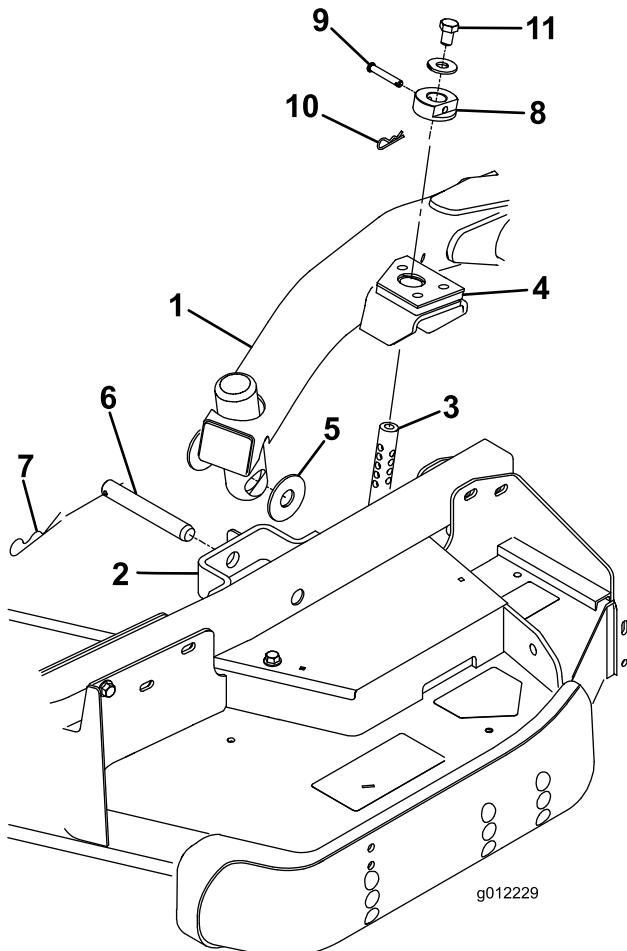

Bild 26
4. Stellen Sie den Hubhebel auf die Schweben-Stellung. Drücken Sie einen Hubarm nach unten, bis die Löcher im Hubarm mit den Löchern in der Laufradarmhalterung ausgerichtet sind, und die Schnitthöhenstange in die Hubarmpolster eingesetzt werden kann (Bild 26).
5. Befestigen Sie den Hubarm mit zwei (2) Druckscheiben, einem Lastösenbolzen und einem Splint am Laufradarm. Legen Sie die Druckscheiben zwischen den Hubarm und die Halterung des Laufradarms (Bild 26). Setzen Sie das Ende des Splints in den Schlitz im Laufradarm ein, um den Splint zu arretieren.
9. Befestigen Sie die Schnitthöhenstellringe an den Schnitthöhenstangen und befestigen Sie sie mit den Lastösenbolzen und den Splints (Bild 26). Der Kopf des Splints sollte zur Vorderseite des Mähwerks zeigen.
10. Setzen Sie oben auf jeder Schnitthöhenstange eine Schraube 1/2 x 3/4 Zoll) und eine Scheibe ein (Bild 26).